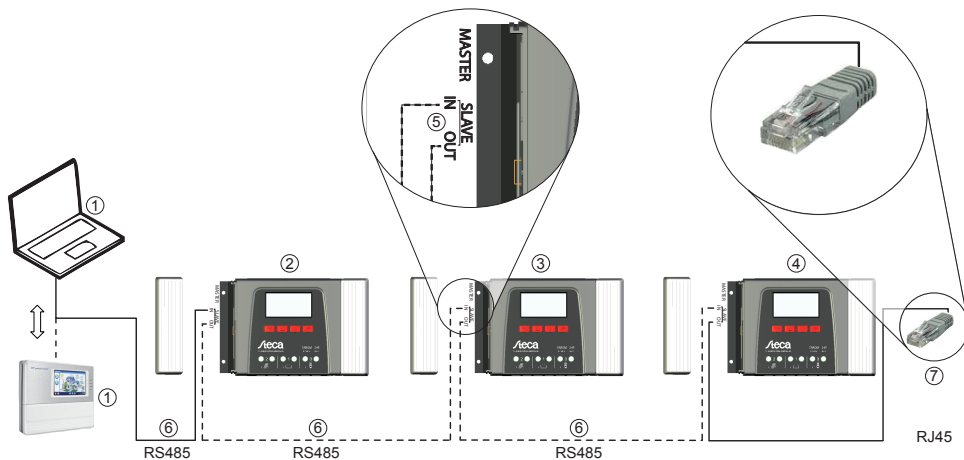

Fig. 2: Cableado del bus esclavo
- Solo puede conectarse un maestro Ⓢ (fig. 2). Posibles maestros: PC o registrador de datos u otro aparato maestro de Steca apto para instalaciones aisladas.